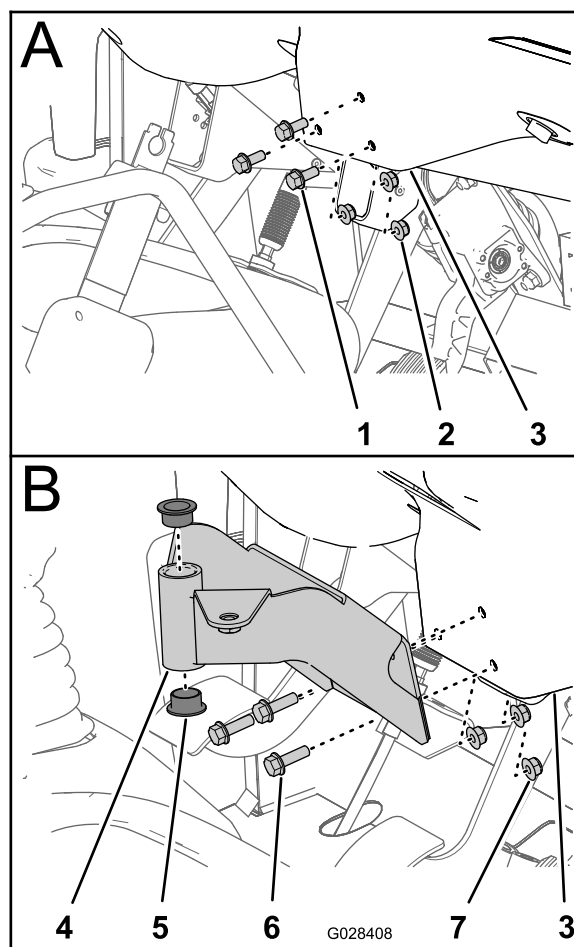

Рисунок 18
1. Снимите 3 болта и 3 гайки, которые крепят нижнюю среднюю часть приборной панели к опорному кронштейну приборной панели (Рисунок 18).
2. Совместите отверстия монтажного кронштейна управляющей консоли с отверстиями в приборной панели и опорном кронштейне (Рисунок 18).
4. Затяните гайки и болты согласно (Рисунок 18).
5. Вставьте две пластмассовые втулки в монтажный кронштейн (Рисунок 18).